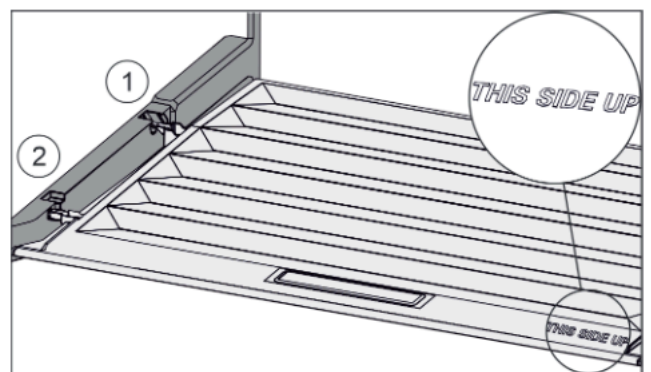

Fig. 37
- ▶ Inserire le nervature del coperchio attraverso l'apertura del supporto posteriore Fig. 37 (1) e innestare anteriormente nel supporto Fig. 37 (2).